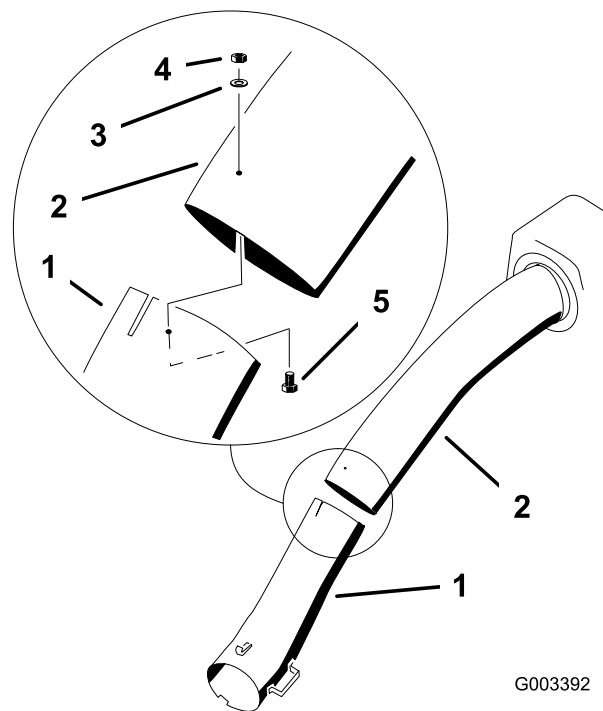

Figura 55
14. Unite il tubo superiore e inferiore con 3 bulloni (n. 10 x 3/4"), rondelle piane e dadi di bloccaggio, come illustrato nella Figura 55.